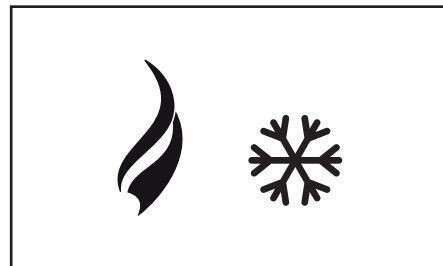

Fig. 6.4 - varm(venstre)og kalde(høyre) ikoner
- Trykk på forhåndsvalgsbryteren KALDT* KALDT-ikonet (fig. 6.4) og telleravlesningen for den isavkjølte variasjonen av den valgte drikken vises på displayet.